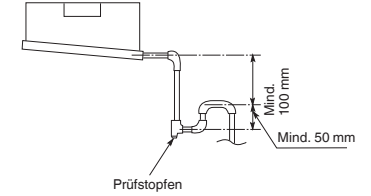

Abb. 3-81
- Auch im anderen Teil des Rohverlaufs Wasserfallen mit Prüfstopfen versehen, um ein Entfernen von Verschmutzung zu ermöglichen, die ein Auslaufen von Wasser verursachen kann. (Abb. 3-81)